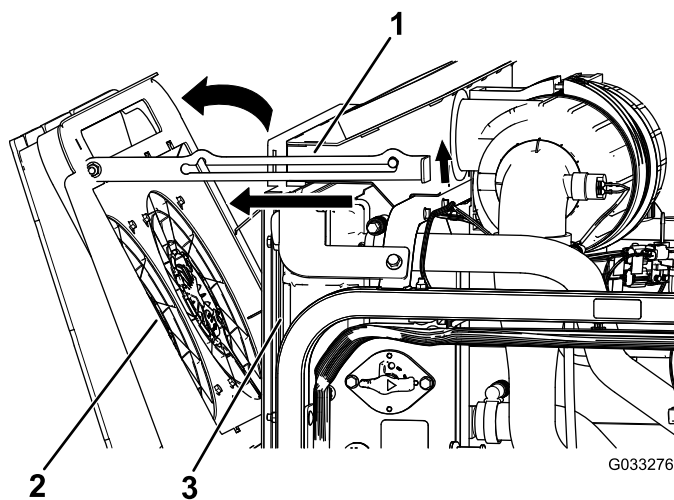

Рисунок 119
2. Поверните вентиляторы охлаждения двигателя в сторону задней части радиатора и зафиксируйте опорную стойку в выемке (Рисунок 119).